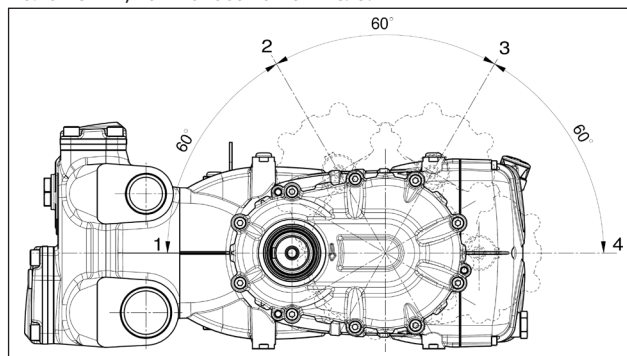

Рис. 6
~ 4,8 литра для версий с редуктором, поз. ① и ④ (Рис. 6).
Кроме того, редуктор можно поместить в 4 различных положения, как показано на Рис. 6.